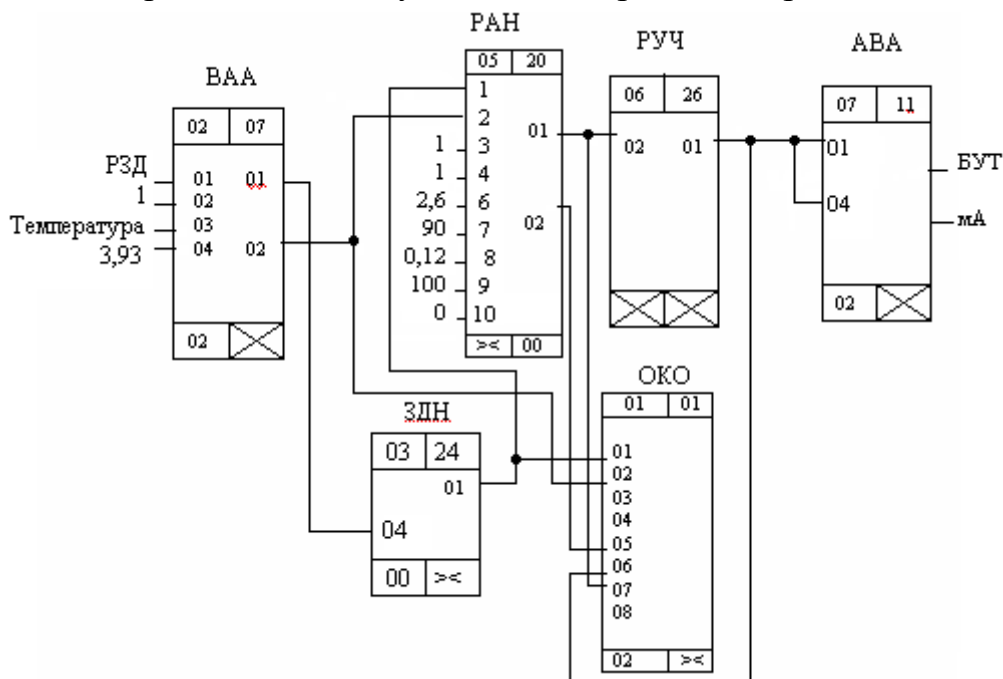

Рисунок 3.3 – Схема конфігурації Реміконта Р-130
4. Запрограмувати перший канал контролера відповідно до схеми на рис. 3.3